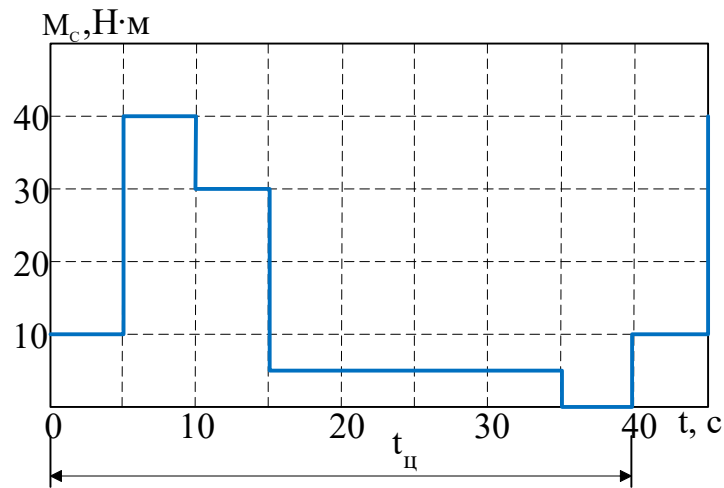

Рис. 5.1. Нагрузочная диаграмма
1. Дана нагрузочная диаграмма для ЭП с АД (режим работы – продолжительный) с номинальными данными:  $P_H = 2,7$  кВт;  $\eta_H = 0,9$ ;  $n_H = 955$  об/мин;  $R_1/R'_2 = 0,4$ . Определите величину постоянных и переменных потерь в установившихся режимах, а также потери энергии за цикл и цикловой КПД (рис. 5.1).